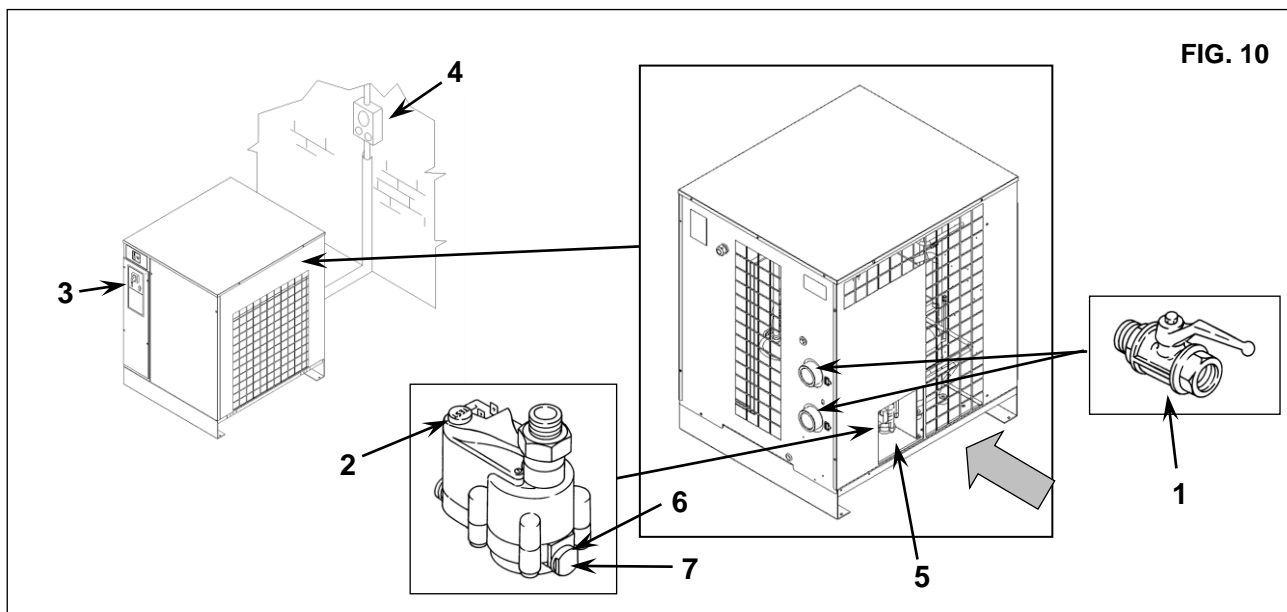

FIG. 10
### 15.2 CURĂȚAREA FILTRULUI DE EVACUARE AUTOMATĂ A CONDENSULUI (fig. 10)
- Închideți robinetul ref.1 fig. 10
Ref. 2 fig. 10
- Opriți utilajul. - Rotiți comutatorul în poziția STOP ref. 3 fig. 10
- Deschideți întrerupătorul automat diferențial de alimentare ref. 4 fig. 10
### 15.3 CURĂȚAREA CONDENSATORULUI (fig. 10)
- Pentru a utiliza gaura ref. 5 fig. 10
- Curățați aripioarele condensatorului ref. 1 cu aer comprimat (fig. 10) **NU UTILIZAȚI APĂ SAU SOLVENȚI**
- Închideți panourile, ref.5 fig. 10